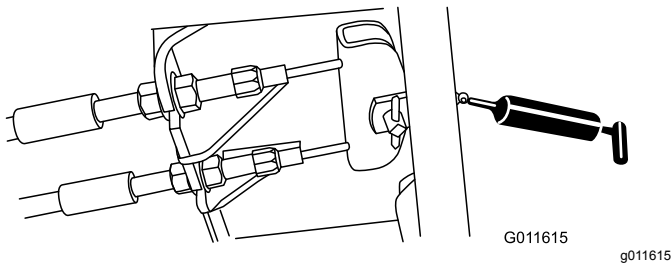

Figura 69
- Pedal de freno (1) (Figura 69)